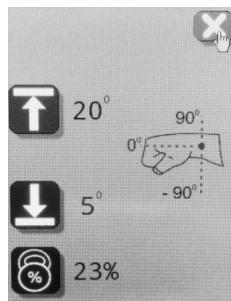

Рисунок 5.5 – Дисплей режима задания параметров механизмов
5.3 Дисплей режима задания параметров механизмов (см. рис. 5.5):